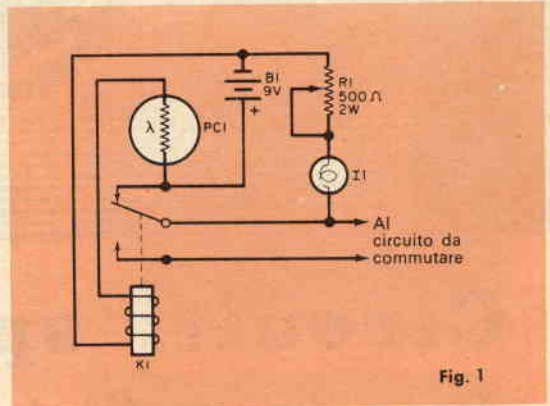
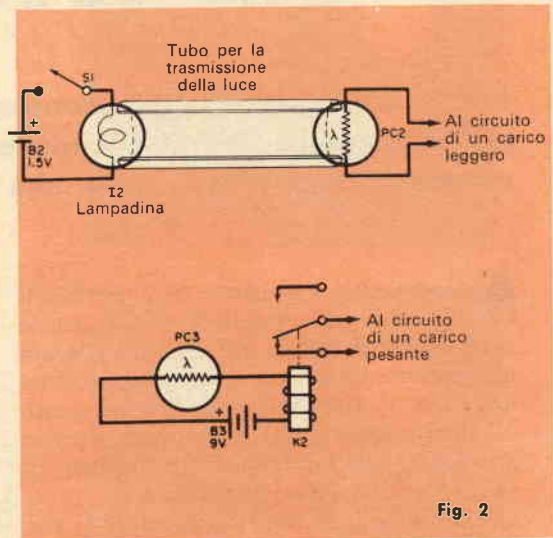

Fig. 1
Fig. 2
Un esperimento sull'uso delle fibre di vetro per la trasmissione di immagini è illustrato in dettagli nella *fig. 1*.
La fonte immagine usata è un comune proiettore per diapositive da 35 mm. Poiché i proiettori sono fatti per produrre immagini ingrandite su uno schermo distante, è necessario un obiettivo diverso od un sistema per distanziare l'obiettivo allo scopo di ottenere un'immagine ridotta focalizzata su un'estremità dell'elemento a fibre ottiche. Il sistema più semplice per modificare il proiettore consiste nell'aggiunta di un tubo di prolungamento per l'obiettivo, come è illustrato nella *fig. 1*.
za di pochi centimetri, secondo la lunghezza focale dell'obiettivo, si può notare una piccola e luminosa immagine a fuoco. Questa distanza deve essere registrata: infatti una estremità dell'elemento a fibre ottiche verrà poi montata esattamente in questo punto. Un altro metodo per modificare il proiettore consiste nel sostituire l'originale obiettivo da proiezione a lunga distanza focale con un altro a fuoco corto (*fig. 2*). Obiettivi adatti a questo scopo possono essere ottenuti da una vecchia cinepresa o proiettore da 8 mm o possono essere acquistati a basso prezzo presso qualsiasi negozio di articoli ottici.
**Fig. 1** - Sebbene un montaggio fatto con cura come quello qui descritto non sia indispensabile per la buona riuscita di un esperimento, tuttavia una base pesante ed i pannelli per sostenere gli elementi ottici facilitano molto l'allineamento del condotto e quello degli obiettivi.
Fig. 2 - Per fare l'esperimento il proiettore si può modificare in due modi: con l'aggiunta di un tubo di prolungamento, come si vede chiaramente nella fig. 1, oppure sostituendo l'obiettivo con uno da 8 mm come è qui illustrato.
fototubi è quello riportato nella *fig. 1*. Supponiamo di dover accendere e spegnere ad intervalli regolari una grossa lampada oppure un'insegna luminosa: ciò può essere fatto con un motore, un sistema di demoltiplica ad ingranaggi ed un commutatore azionato con un albero a camme, ma sarebbe un sistema estremamente costoso e delicato come manutenzione.
Nel circuito della *fig. 1* l'unica parte mobile è l'armatura del relé K1; questo relé può essere di tipo speciale progettato per un lungo servizio. La fotocellula PC1 è collegata in serie alla batteria ed alla bobina di K1 e la lampada I1 è connessa in parallelo alla batteria mediante due contatti di K1 normalmente chiusi. La lampada è montata contro la superficie sensibile della fotocellula ed entrambe sono racchiuse
**Circuito 2** - Per accendere e spegnere dispositivi vari si usano altri circuiti di controllo azionati dalla luce. Il principio è illustrato nella fig. 2: nel circuito riportato in alto, chiudendo l'interruttore S1 la lampada I2 si accende e la luce fa cadere bruscamente la resistenza di PC2 permettendo alla corrente di scorrere nel circuito esterno. Se il carico esterno richiede una corrente superiore a quella che la fotocellula può sopportare, si può usare un relé come è illustrato nell'altro circuito della fig. 2. Nel disegno la lampada I2 è raffigurata all'estremità di un tubo, ma in pratica la sorgente luminosa può essere situata a qualsiasi distanza ragionevole, purché l'intensità luminosa sia sufficiente per azionare PC2.
Come fonte luminosa interrotta può essere usato il lampeggiatore della fig. 1 oppure un otturatore. Questo può essere semplicemente un disco di cartone pesante o di plastica con fessure ad intervalli regolari e fatto ruotare da un motore sincrono. L'induttanza della bobina del relé è accordata in serie mediante il condensatore C1 alla frequenza di interruzione della luce. La luce intermittente proveniente dalla fonte luminosa fa variare la resistenza della fotocellula alla frequenza di interruzione e la tensione ai capi della bobina del relé varia alla stessa frequenza: ciò induce quindi nella bobina una corrente sufficiente per tenere aperti i contatti del circuito d'allarme. Quando il raggio luminoso viene interrotto, ad esempio da un intruso, il relé non viene più azionato e suona l'allarme. Il relé non è influenzato dalla luce fissa del giorno o da quella del locale, a meno che tali luci non siano molto più forti della luce intermittente, e ciò perché nel circuito del relé non può circolare corrente continua. Per la stessa ragione si rivela inutile ogni tentativo di rendere inefficiente l'allarme dirigendo verso la fotocellula la luce di una torcia.